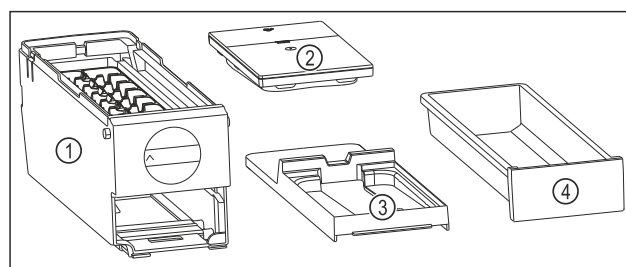

Fig. 122 Bestanddelen van de EasyTwist-Ice
- ▶ EasyTwist-Ice is in vier delen gedemonteerd. (zie Fig. 122)
- ▶ EasyTwist-Ice alleen in afgebeelde bestanddelen demonteren. (zie Fig. 122)
- ▶ EasyTwist-Ice-corpus Fig. 122 (1) als geheel reinigen.